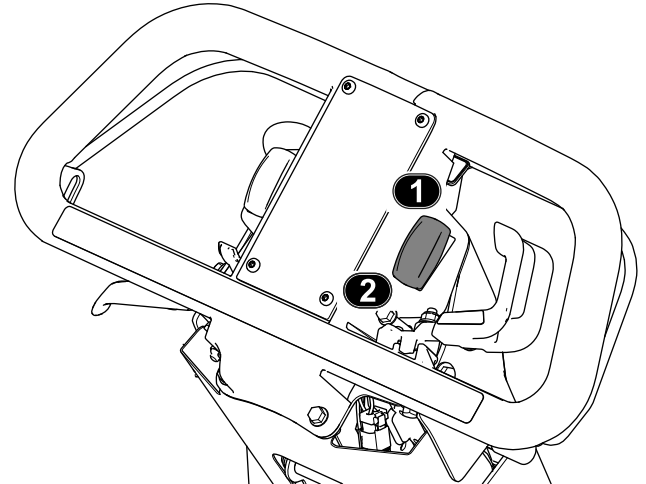

Figura 4
- **Encienda las luces:** Pulse la parte superior del interruptor (Figura 4).
- **Apague las luces:** Pulse la parte inferior del interruptor (Figura 4).